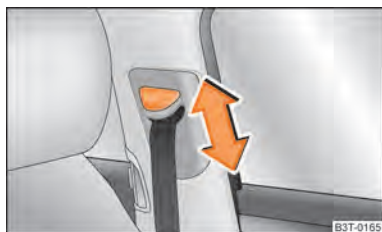

Fig. 142 Asiento delantero: ajuste de la altura del cinturón
- Desplace el herraje de inversión en el sentido deseado, hacia arriba o hacia abajo ⇒ fig. 142.